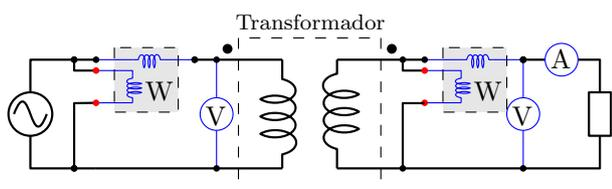

Figura 7.1: Circuito de teste utilizado na Experiência 7
Durante toda a experiência será considerado o circuito da Figura 7.1 com o transformador na configuração 190V:110V. Embora a figura apresente dois wattímetros, cada bancada contará apenas com um. Ou seja, hora ele será utilizado para medir a potência de entrada do transformador, hora a de saída.
- Monte o circuito da Figura 7.1 usando o reostato de 110Ω no máximo.
- Monte o circuito da Figura 7.1 usando o reostato de 110Ω no máximo em série com a bobina de 1000 (coloque o núcleo em I no centro dela).
- Monte o circuito da Figura 7.1 usando o reostato de 110Ω no máximo em série com o banco de capacitores de $50\mu F$.